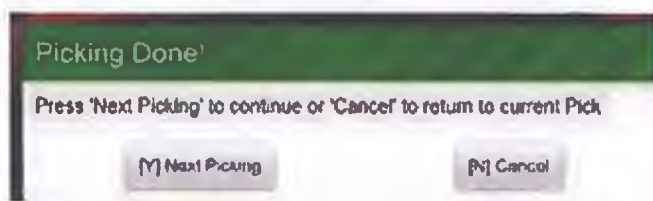

Рисунок 2.54 Завершение выделения культуры
- При завершении последней операции, указанной для данной чашки, появится окно подтверждения. Если в этом окне нажать кнопку **[Yes, Picking Done]** (Да, выделение культуры выполнено) или клавишу **[Y]**, то все операции по выделению культуры из этой чашки будут завершены (см. Рисунок 2.54).